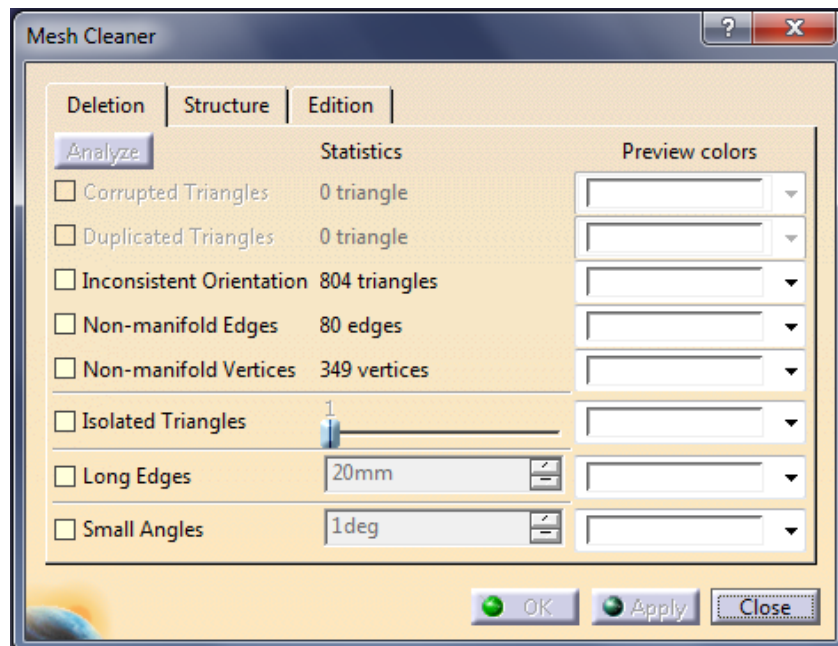
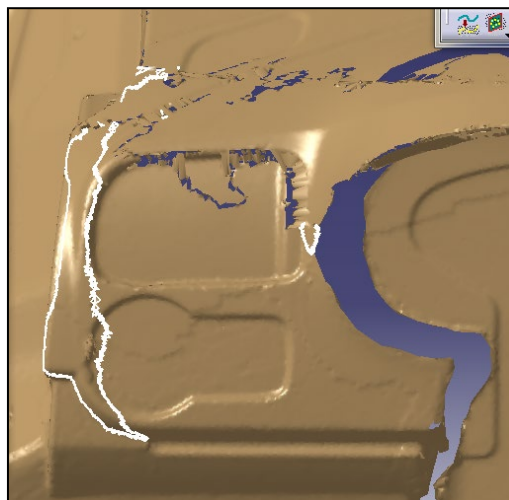

Figura 5.17: Análisis de la malla de la coquilla con el comando *Mesh Cleaner*.
Figura 5.22: Representación de los triángulos contiguos con normales opuestas de la malla de la coquilla.
Una forma automática de eliminarlos es a través del comando *Mesh Cleaner*. En este caso, tras analizar la malla con este comando, se deduce que la malla no contiene ningún triángulo duplicado (figura 5.17).
En este caso, la malla posee 80 aristas de este tipo (figura 5.17) que se pueden observar sobre la misma seleccionando la casilla *Non-manifold Edges*:
- Vértices *non-manifold*: se detectan a través del comando *Mesh Cleaner*. Inicialmente había 349 vértices de este tipo (figura 5.17).
- Conjunto de triángulos contiguos con normales opuestas: estos triángulos se caracterizan porque, entre ellos, existe una frontera tal, que a un lado y al otro los triángulos tienen normales opuestas. Se detectan claramente porque esta frontera se representa en CATIA V5 como una “costura” en el mallado (figura 5.22). Se deben eliminar todos los triángulos que rodean la “costura”. Para ello se puede utilizar el comando *Mesh Cleaner* que los elimina automáticamente, o el comando *Remove*. Con *Remove* se haría manualmente, por lo que se realiza con el comando *Mesh Cleaner*. Inicialmente había 804 triángulos de este tipo (figura 5.17).